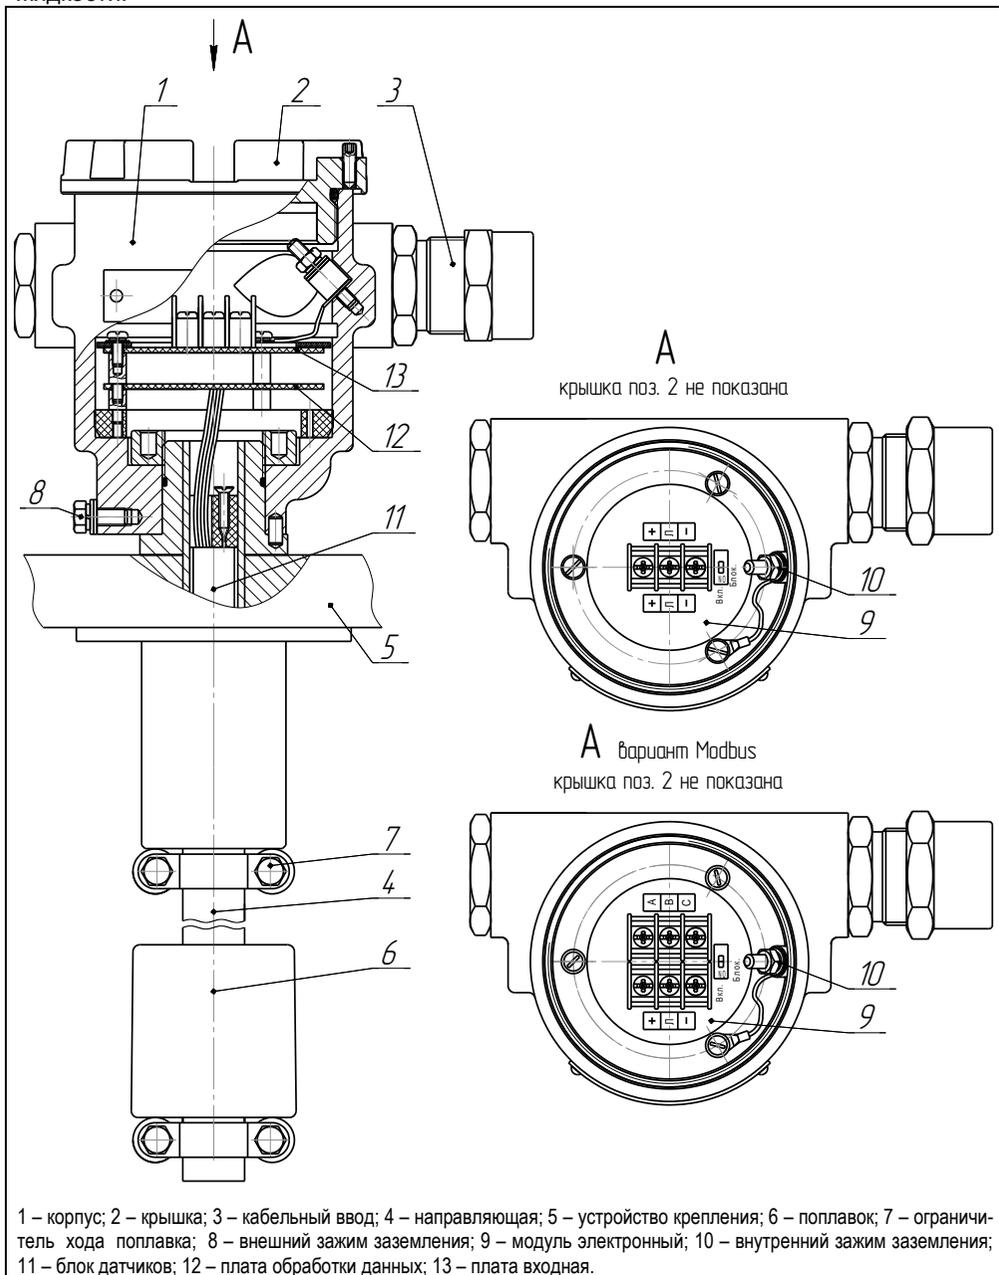

Рисунок 5
1.5.1 Корпус 1 преобразователя с крышкой 2, кабельными вводами 3 и направляющей 4 образуют взрывонепроницаемую оболочку преобразователя (см. рисунок 5). На направляющей устанавливаются устройство крепления 5, поплавков 6 и ограничители хода поплавка 7.